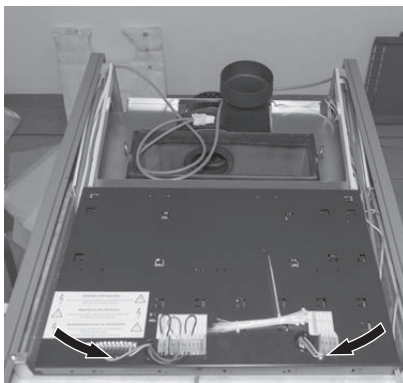

Fig. 88 Rimuovere 2 viti, aprire il coperchio
- Rimuovere le 2 viti sulla parte anteriore del quadro di comando e aprire il coperchio – Fig. 88.